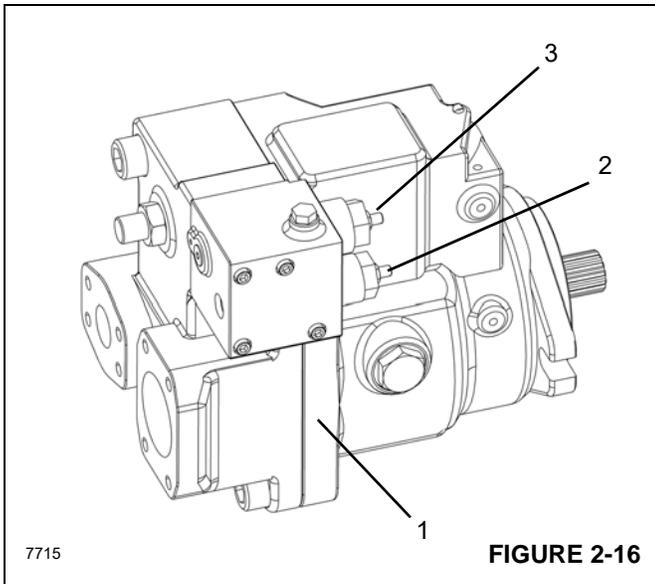

FIGURE 2-16
La commande de secours de détection de charge (LS) (2, Figure 2-16) ajuste le débit de la pompe en fonction de la demande du système. La commande LS détecte les besoins en débit du système sous forme de chute de pression aux bornes d'une vanne de commande externe (ECV). À mesure de l'ouverture et de la fermeture de l'ECV, la pression différentielle d'un bout à l'autre de la vanne varie. L'ouverture de l'ECV fait diminuer la pression différentielle, tandis que sa fermeture la fait augmenter. La commande LS répond en augmentant ou en diminuant en conséquence le débit de la pompe en direction du système jusqu'à ce que la pression différentielle atteigne le point de consigne LS. Le système de commande de détection de charge a pour avantage de veiller à ce que le système ne reçoive que le débit dont il a besoin pour le travail à effectuer. Cela entraîne la hausse du rendement et la baisse de la température au sein du système.
- Un seuil maximum réglable au niveau de la section compensateur de pression (PC) [3], Figure 2-16 du contrôleur de la pompe.